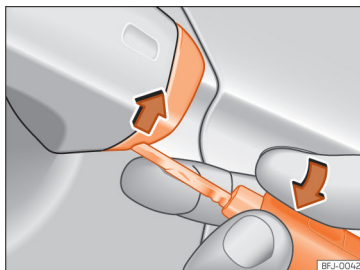

Fig. 86 Manípulo da porta do condutor: soltar a tampa fazendo alavanca.
- Introduza o palhetão na abertura inferior da tampa do manípulo da porta do condutor »» Fig. 86 e retire a tampa de baixo para cima.